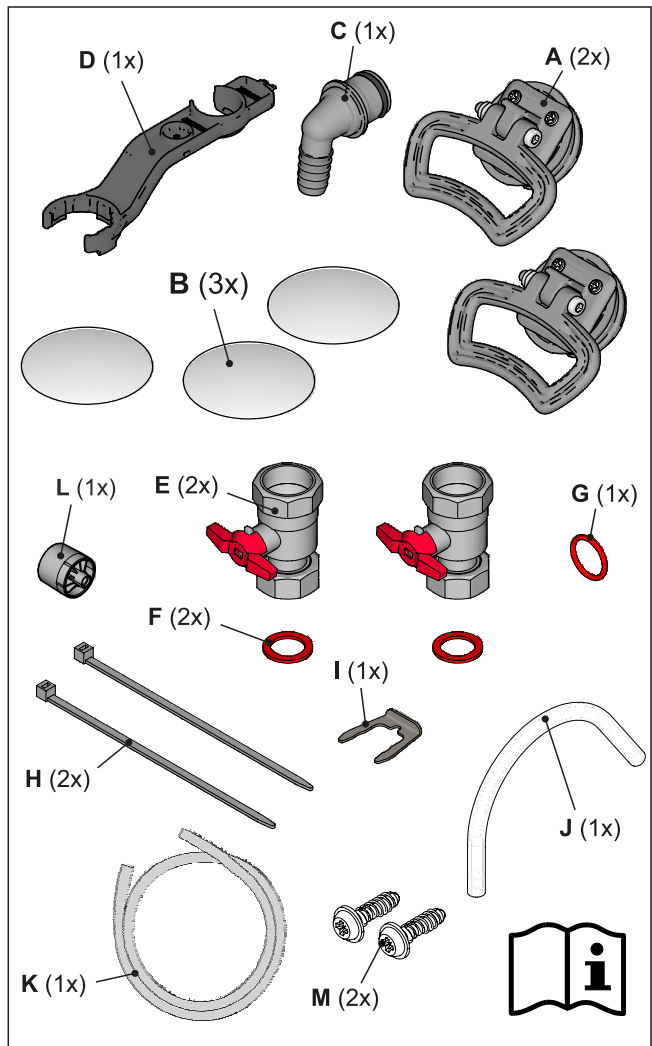

Bild 3-5 Inhalt Zubehörbeutel
- Zubehörbeutel (siehe Bild 3-5),